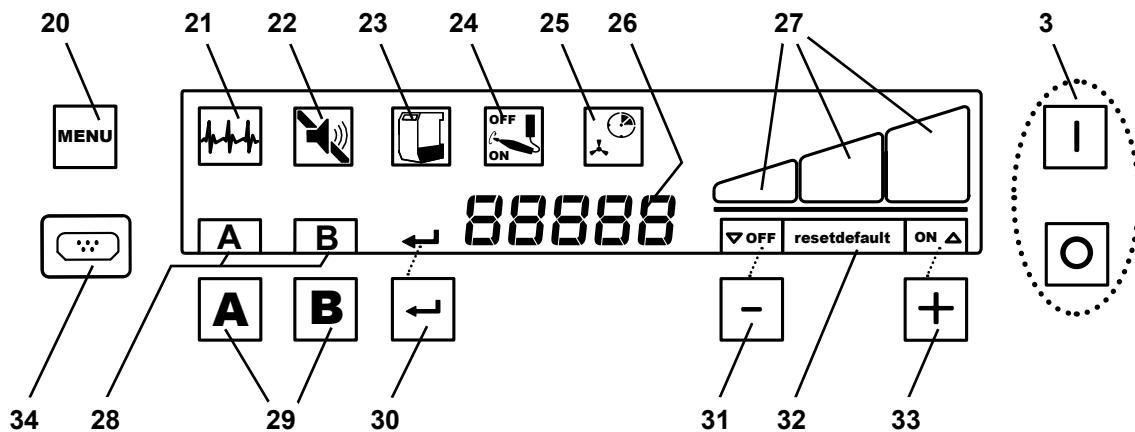

Fig. 2
- ⇒ Sluk apparatet på tænd / sluk-knappen (3, Fig. 2).
Udsugning betjenes med tasterne på betjeningsfeltet (Fig. 2).